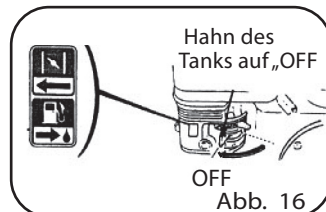

Abb. 16
2. Den Hahn des Tanks auf „OFF“ stellen (Abb. 16).